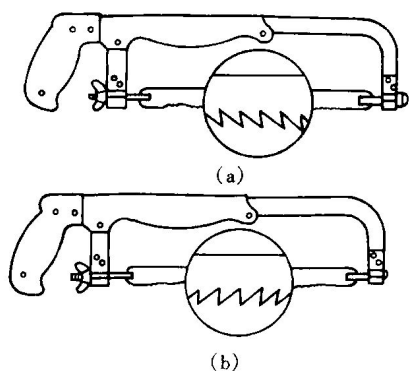

图 1-9 锯条的安装
3) 安装锯条。安装锯条时，必须注意其安装方向。正确的安装是锯齿尖的方向朝前，如图 1-9 (a) 所示。这是因为手锯在向前推进时才起到切削作用，如果锯齿朝后，如图 1-9 (b) 所示，就不能正常切割。